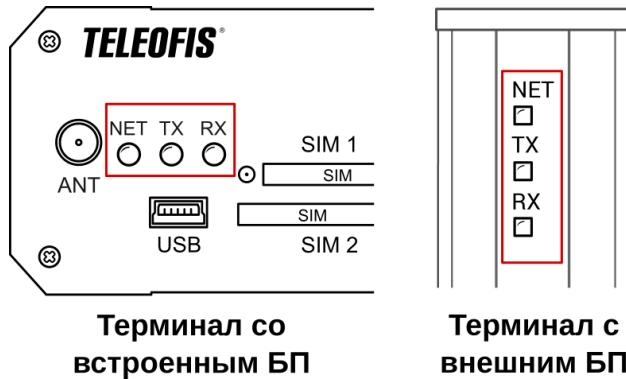

Рис. 12. Индикаторы NET, RX, TX.
- NET, RX, TX — индикаторы для отображения регистрации терминала в сети и установки соединения с сервером (Рис. 12). В терминалах с питанием от внешнего блока индикаторы вынесены на боковую часть корпуса, а в приборах со встроенным блоком питания — размещены на передней панели.